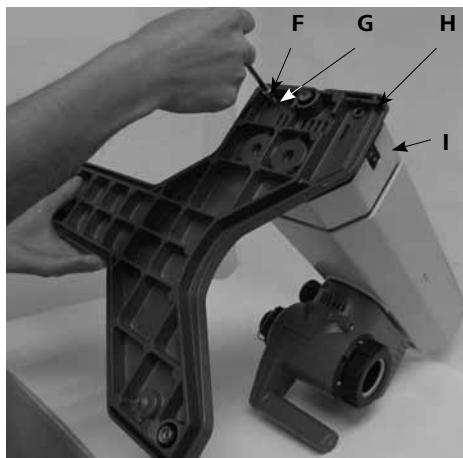

Fig. 7
1.) 安装底座 (Fig.7)
- 用圆柱螺钉 M6x25 (F) (4x) 和锯齿垫圈 M6 (G) (4x) 将底座 (H) 固定在升降系统 (I) 上。(Fig.7)